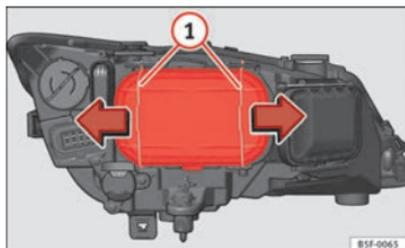

Abb. 180 Abblendlicht
- Verschieben Sie die Streben \Rightarrow Abb. 180 ① in Pfeilrichtung und nehmen Sie den Deckel ab.